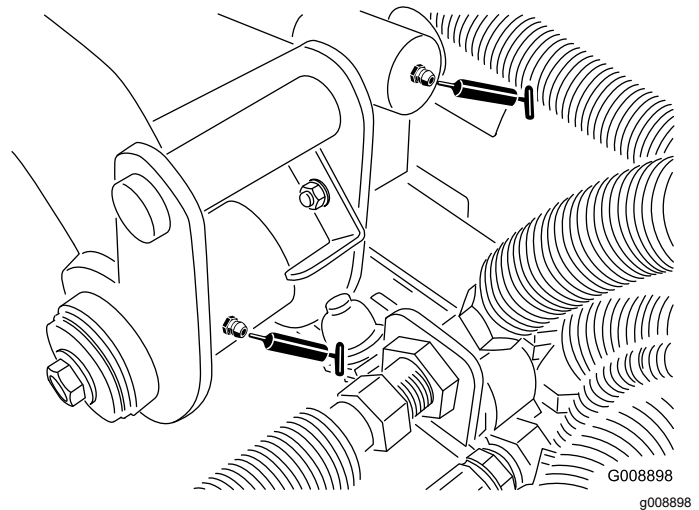

Figure 60
- Pivot de bras de levage arrière et vérin de levage (2) (Figure 60)